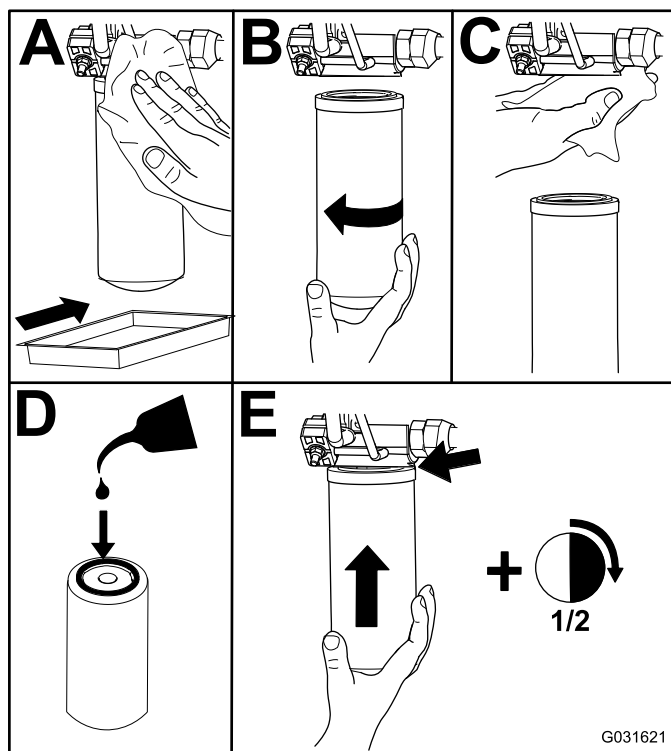

Figure 119
2. Remplacez les filtres hydrauliques (Figure 119).